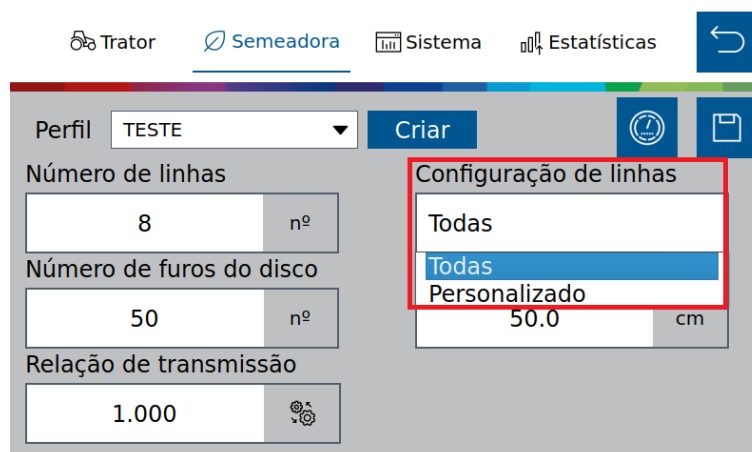

Figura 16 – Configuração de linhas Todas
- B) Número de furos do disco do dosador de sementes. Se o usuário for plantar um outro tipo de cultura de semente que seja necessário a troca do disco, o mesmo pode criar um novo perfil e ajustar o número de furos do novo disco. Veja item 3.5.1.
- D) Configuração das linhas ativas no plantio, Figura 16. Ao ser selecionado, será possível ativar todas, ou personalizar as linhas ativas.